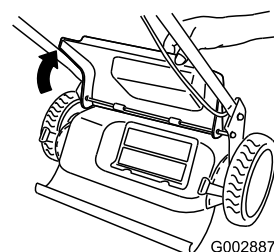

Figura 24
4. Levante y sujete la puerta trasera (Figura 24).